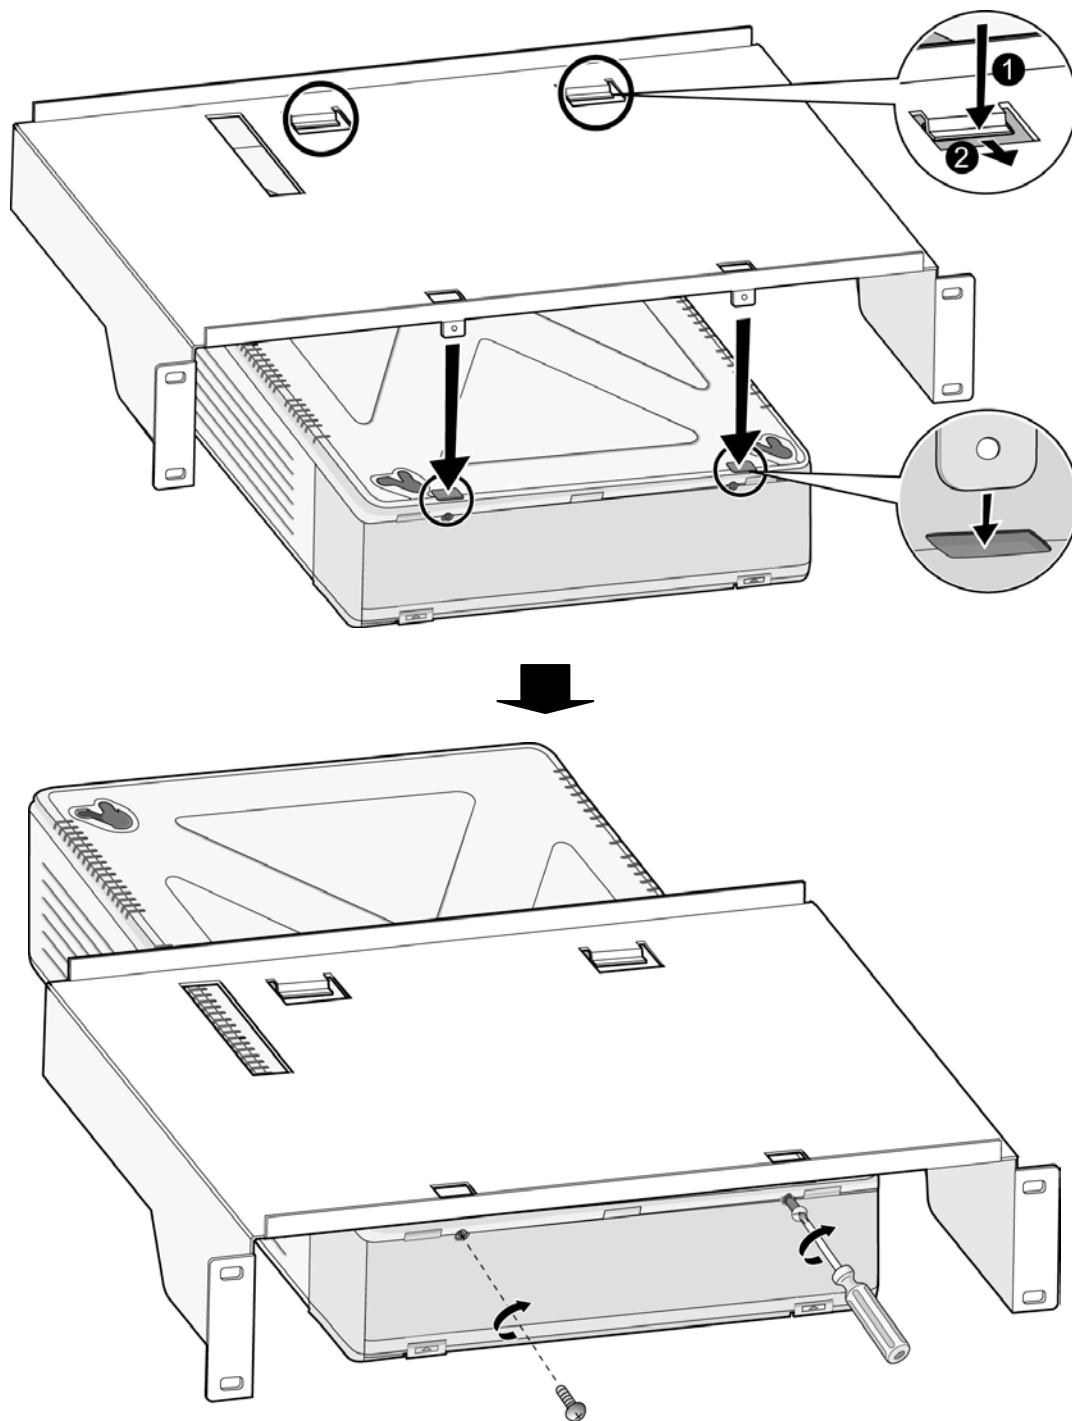

Рис. 3.3.2.a Установка стоечного крепления
3. Стоечное крепление с находящейся в нем системой закрепите на стойке с помощью 4 шурупов (Рис. 3.3.2.26).